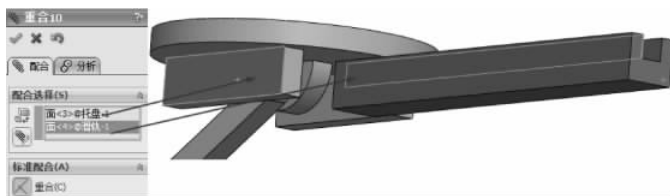

图 3-186 重合配合
(18) 继续配合约束,选择【标准配合】选项组下的【重合】配合类型,在【要配合的实体】选择框中选择如图 3-186 所示的面,其他保持默认,单击【确定】按钮,完成重合配合。